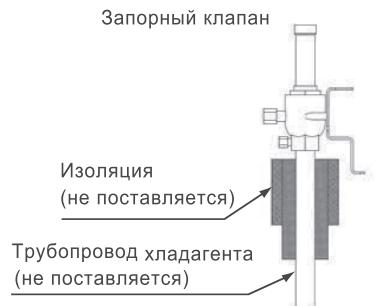

Рис. 7.2 Изоляция труб
- Изолируйте трубы хладагента, как показано на рис. 7.2. После подключения трубопровода хладагента изолируйте его трубы с помощью изолирующего материала, который не идет в комплекте. Полностью изолируйте стыки и накидные гайки в местах соединения труб.